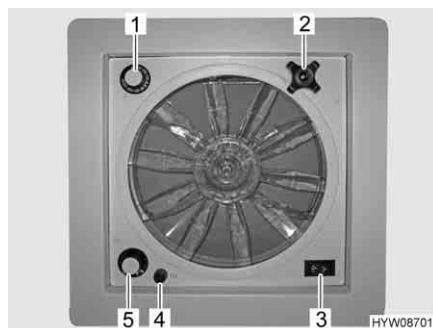

Fig. 74 Oblò con ventilatore
- ▷ Un fusibile da 4 A (Fig. 74,4) protegge da sovraccarico il motore del ventilatore. Se si verifica un sovraccarico: Per prima cosa individuare ed eliminare la causa (ad es. il ventilatore è sporco), poi sostituire il fusibile.
- Apertura oblò:* ■ Ruotare la maniglia girevole (Fig. 74,2), finché non si raggiunge l'angolo di apertura desiderato.
- Aerazione/sfiato:* ■ Portare l'interruttore a levetta (Fig. 74,3) su "Aerazione" (flusso d'aria dall'esterno verso l'interno) o "Sfiato" (flusso d'aria dall'interno verso l'esterno).
- Spegnimento del ventilatore:* ■ Portare l'interruttore a levetta (Fig. 74,3) sulla posizione centrale.
- Impostazione della velocità del ventilatore:* ■ Posizionare l'interruttore girevole (Fig. 74,5) sul grado desiderato:
- Impostazione della temperatura:* ■ Ruotare il termostato (Fig. 74,1) fino alla battuta in direzione "blu".
- Ruotare il cappuccio nero (Fig. 74,4) di un quarto di giro in senso antiorario.